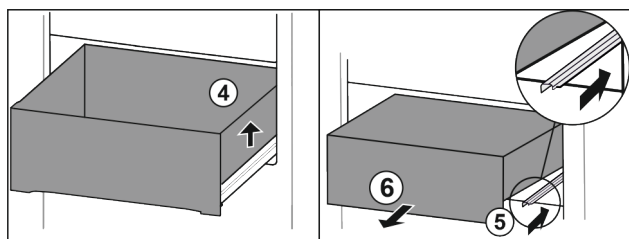

Fig. 16
- ▶ Nadzvedněte zásuvku vpravo. Fig. 16 (4)
- ▶ Zasuňte pravou kolejničku. Fig. 16 (5)
- ▶ Vyjměte zásuvku dopředu. Fig. 16 (6)